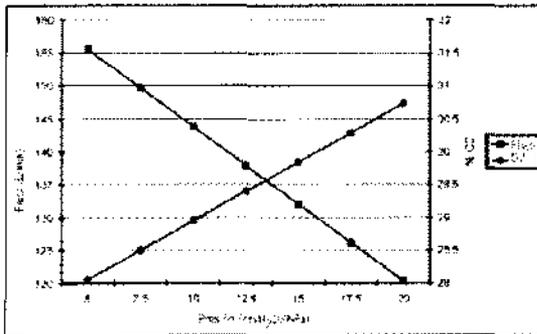
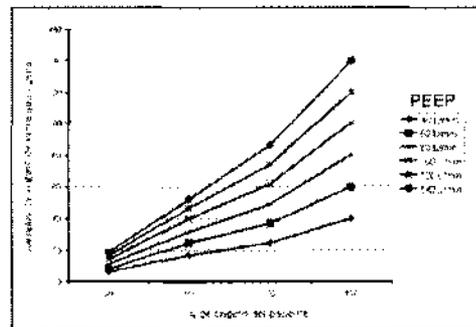

Imagen 8 Flujo máximo y oxígeno mínimo frente a la presión
Imagen 11 Consumo de suministro de oxígeno a diferentes ajustes de oxígeno y de flujo
- Consultar la Imagen 11 para los requisitos de flujo.
- Las Imagen 8 a Imagen 11 indican el rendimiento del Whisperflow 2.